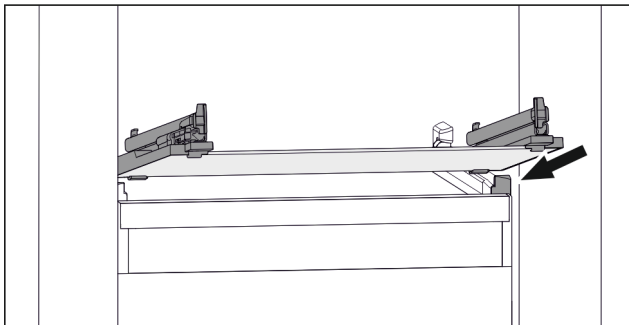

Fig. 54 Beispielhafte Darstellung der Glasplatte
- ▶ Glasplatte schräg hinter den Stopperrn aufsetzen. (zie Fig. 54)